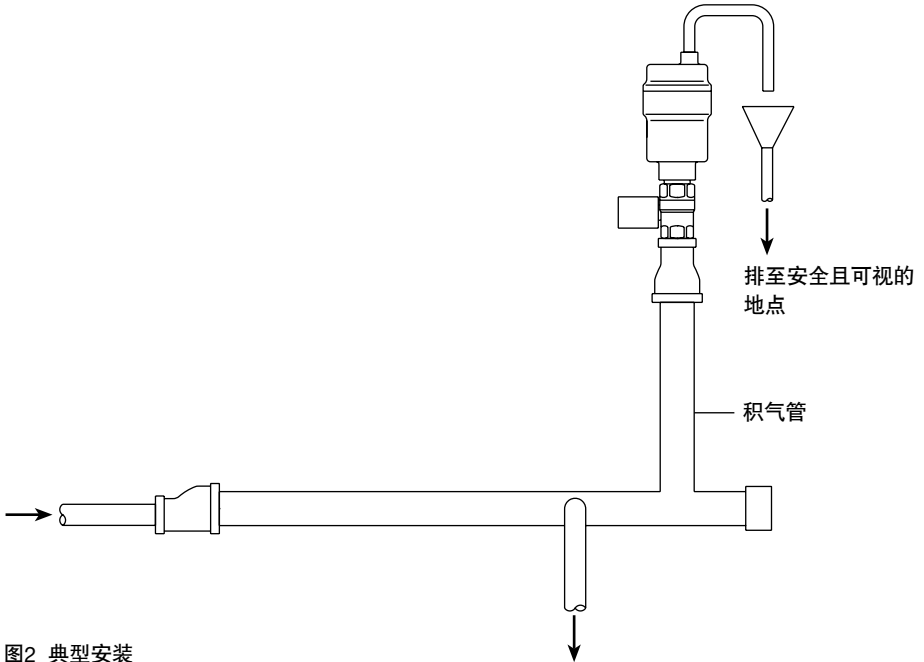

图2 典型安装
3.4 自动排空气阀必须垂直安装，且进口位于下方。推荐将自动排空气阀排至合适的安全地点，出口为1/4" BSP或NPT外螺纹。典型应用见图2。